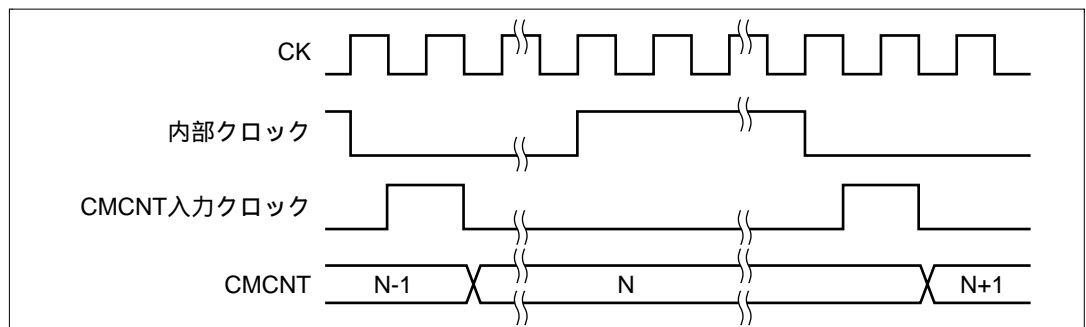

図 11.3 カウントタイミング
CMCSR の CKS1、CKS0 ビットにより、システムクロック (CK) を分周した 4 種類のクロック (/ 8、 / 32、 / 128、 / 512) が選択できます。このときのタイミングを図 11.3 に示します。